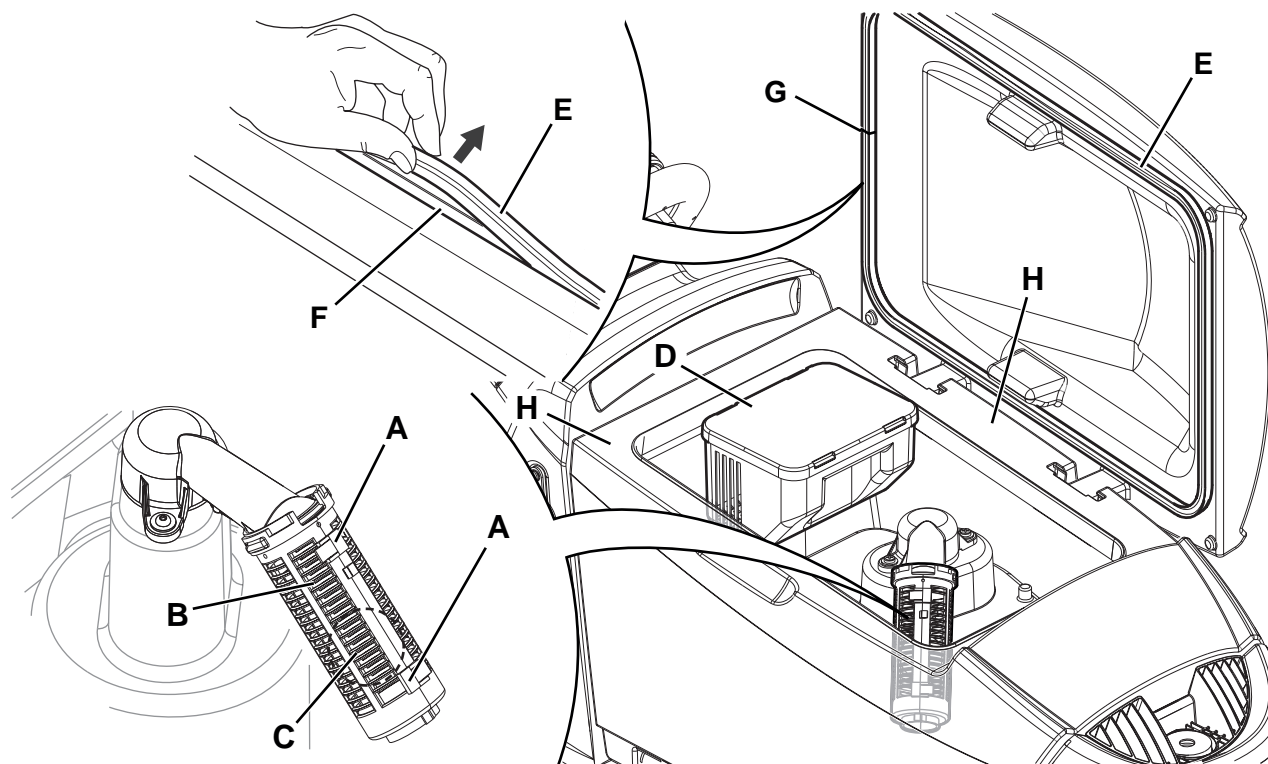

Рис. 12
2. Убедитесь, что машина отключена и ключ оператора (41) извлечен.
3. Поднимите крышку (34).
4. Промойте бак (33) и крышку чистой водой.
5. Слейте воду из бачка с помощью шланга (12).
6. Очистите вакуумную сетку (31), разомкните фиксаторы (А, Рис. 12), откройте сетку (В) и извлеките поплавков (С), затем тщательно очистите и установите его на место.
7. Снимите бак для мусора (D) и откройте его крышку. Аккуратно очистите его и установите на вакуумный шланг.